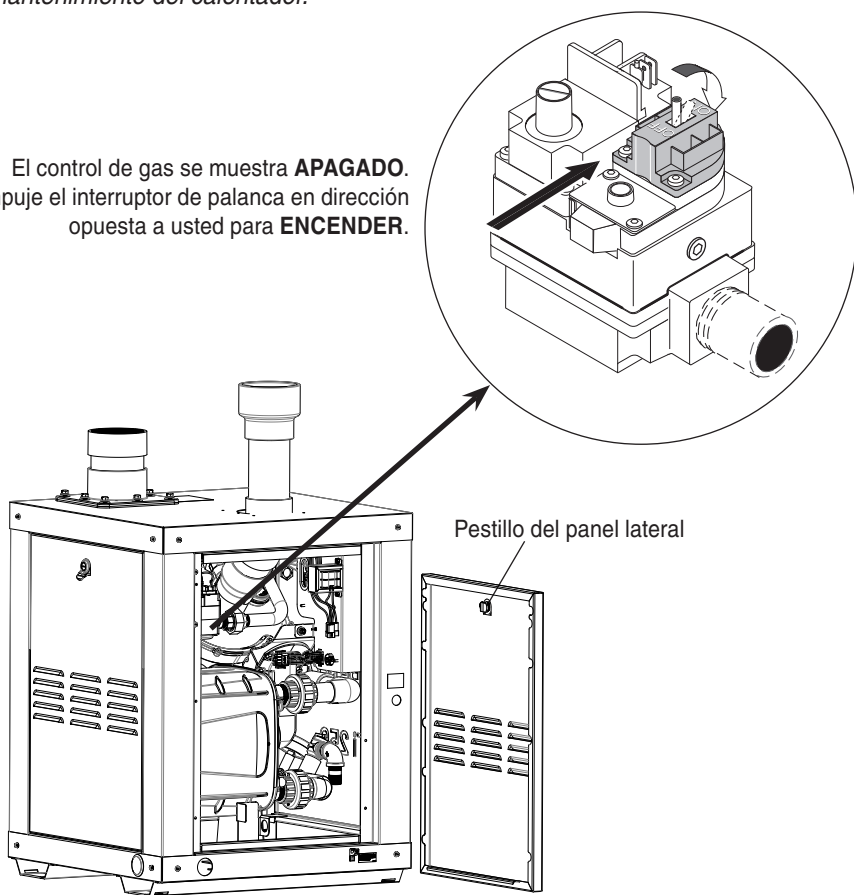

Figura 1.
2. Retire el panel lateral del calentador para acceder a la válvula de control de gas. Con un destornillador plano, haga presión y gire para destrabar el panel. Consulte la figura 1.